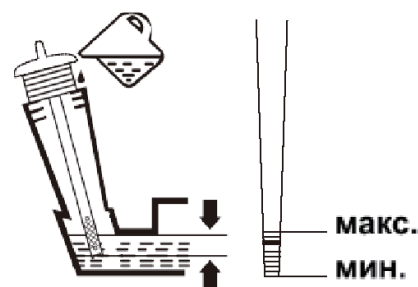

Рис. 9
4. Уровень масла должен находиться между верхней и нижней отметками. При необходимости долейте масло, но следите за тем, чтобы бак не переполнился (рис. 9).